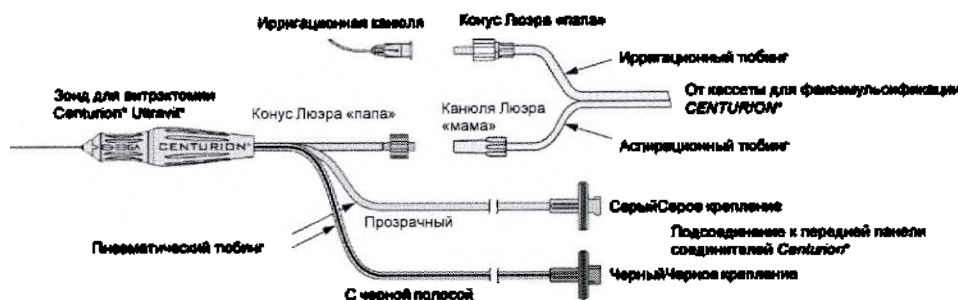

Рисунок 3-10 Подготовка зонда для витректомии Centurion и ирригационной канюли с тубингами ирригации-аспирации и пневматическим тубингом
4. Отсоедините соединители ирригационного и аспирационного тубингов кассеты от рукоятки факозмульсификации. Подсоедините соединитель Люэра типа «мама» аспирационного тубинга кассеты к линии аспирации зонда для витректомии Centurion. Подсоедините ирригационный соединитель кассеты Люэра типа «папа» к ирригационной канюле (смотрите Рисунок 3-10). Операционная медсестра